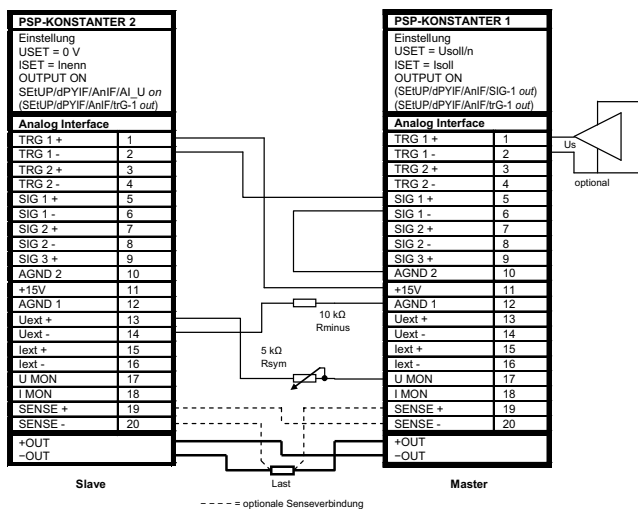

Bild 7.10.2 Verdrahtung für Master / Slave Serienschaltung
- Verkoppeln Sie Master- und Slave-Gerät(e) wie in Bild 7.10.2 dargestellt.
- Damit wie im Beispiel Bild 7.10.2 der OUTPUT ON Zustand der Slaves mit dem OUTPUT ON Zustand des Masters über die Signalausgangs- und Triggereingangsbeschaltung geschaltet wird, muss am Master „SEtUP/dPYIF/AnIF/SIG-(x1) out“ und an den Slaves „SEtUP/dPYIF/AnIF/trG-(x2) out“, (x1) und (x2) im Beispiel jeweils 1, eingestellt werden.